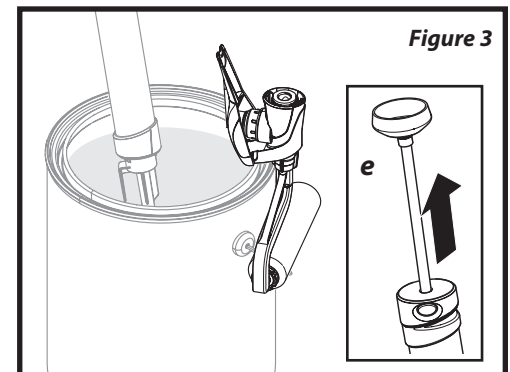

Figure 3
4. With the end of the fill adapter in the paint, pull back on the handle (e) to fill the paint tube (figure 3).
**Note:** The roller arm assembly can hang from the side of the paint container when refilling (figure 3).
4. Avec le bout de l'adaptateur de remplissage dans la peinture, tirez sur la poignée (e) pour remplir le tube de peinture (figure 3).
**Remarque :** L'ensemble du bras du rouleau peut s'accrocher sur le côté du récipient de peinture pendant le remplissage (figure 3).